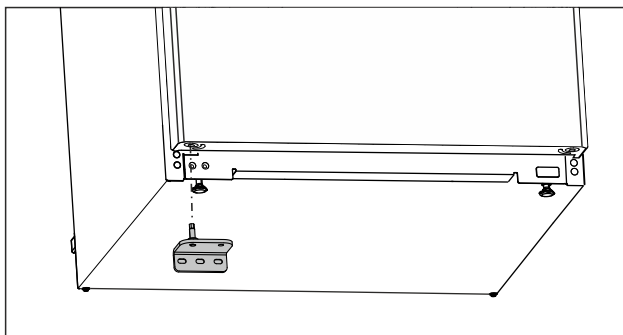

Fig. 17
- ▶ Spodnji ležajni podstavek vstavite na nasprotni strani. (glejte Fig. 17)